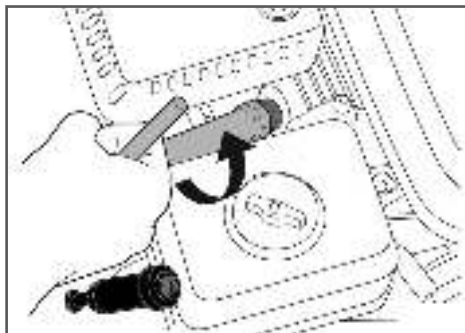

Рис. 37 Обслуживание свечи зажигания
2. Открутите свечу зажигания свечным ключом (Рис. 37).